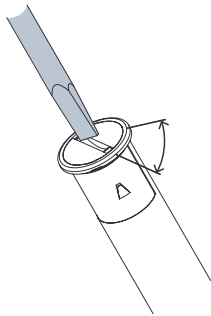

Figura 4. Rotazione della parte superiore del sensore per registrarlo nella memoria della centrale di allarme
4. Inserire la lama di un cacciavite standard nel taglio a testa di vite nella parte superiore del sensore. Premere e ruotare lentamente in senso antiorario per 1/8 di giro, poi ruotare indietro della stessa quantità (vedere Figura 4).